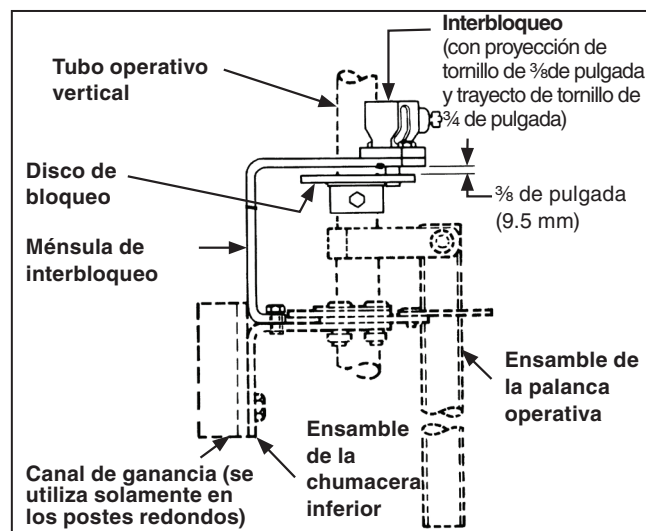

Figura 28. Detalle del grupo de la llave de interbloqueo.
**Con llave de interbloqueo:** El grupo de bloqueo (ver Figura 28) incluye una llave de interbloqueo Superior Tipo B6003-1 Mk II sencilla o una llave múltiple (o su equivalente), con una proyección de tornillo de  $\frac{3}{8}$  de pulgada y un trayecto de tornillo de  $\frac{3}{4}$  de pulgada, disco de boqueo y ménsula de interbloqueo. Si se especifica “solamente el aditamento” para la llave de interbloqueo, el interbloqueo no se incluirá. Ver Figura 28. Ensámblelo con el ensamble de la palanca operativa según se indica a continuación:
- (a) Deslice la ménsula de interbloqueo, el disco de bloqueo, el ensamble de la palanca operativa, y el ensamble de la chumacera inferior sobre la sección inferior de tubo operativo vertical poniendo el disco de bloqueo y el ensamble de la palanca operativa entre la ménsula de interbloqueo y el ensamble de la chumacera inferior según se indica en la Figura 28. Atornille el ensamble de la chumacera inferior al poste según la posición que se indica en el plano de montaje. Al mismo tiempo, utilice uno de los tornillos de montaje para sujetar uno de los extremos de la banda de tierra (el extremo que tiene enganchado el conector de tierra) al ensamble de la chumacera inferior●.